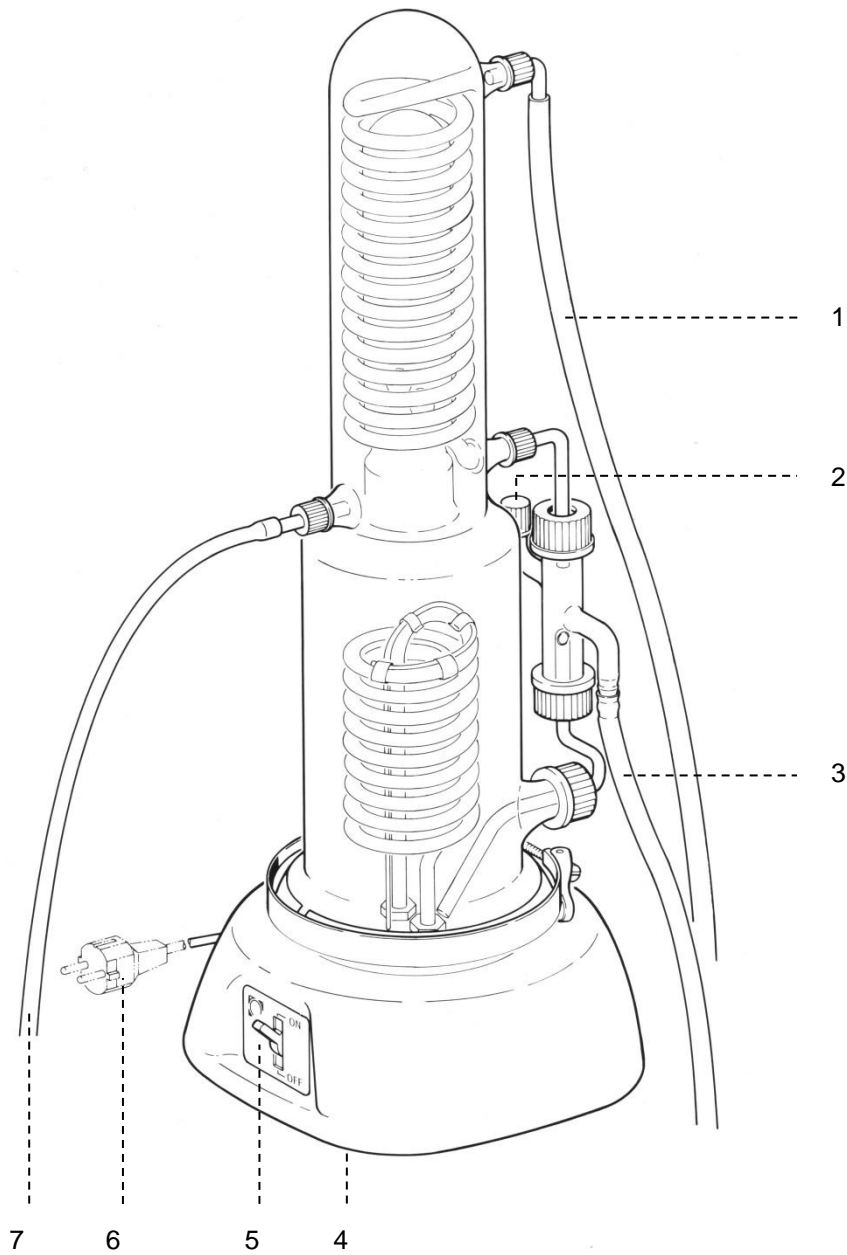

Fig. 1
1. Conectar el aparato como se indica en la figura adjunta Fig. 1